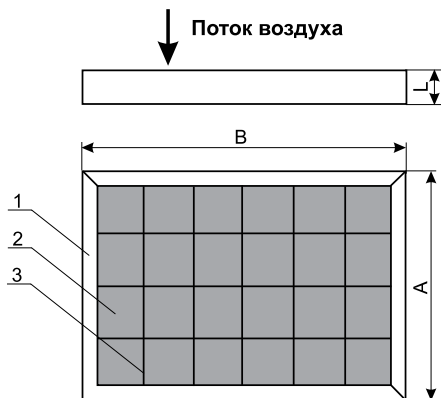

Рис.2 Схема фильтра ФЯР-Ж
Фильтр (рис.2) состоит из разборного металлического корпуса (1), образованного двумя металлическими Г-образными профилями из оцинкованной стали. Внутри корпуса размещён фильтрующий слой (2) из набора специальных металлических гофрированных сеток. Для исключения выпадения сеток из корпуса со стороны входа и выхода воздуха внутри корпуса установлена поддерживающая каркасная сетка (3) из оцинкованной стали. По заказу корпус фильтра может быть изготовлен из нержавеющей стали.